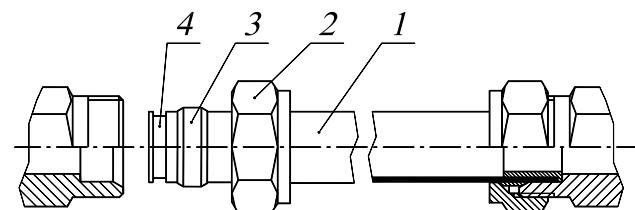

Рис.4. Соединение нагревательных элементов конвектора.
- 5.4 При помощи медных труб и обжимных фитингов из комплекта монтажных частей, соединить нагревательные элементы секций (рис.4). Для этого необходимо через отверстие в корпусе вставить трубы в патрубки нагревательных элементов, предварительно ослабив винты крепления нагревательного элемента к коробу, закрутить гайки рукой до упора, после этого гаечным ключом завернуть гайки на 1½ оборота.